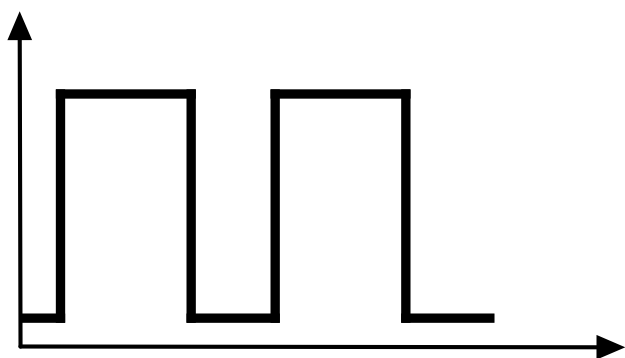

Рис.15. Индикация светодиода
- **Совпадение ID карты (брелка) с картой (брелком) водителя (заправщика) из списка, записанного в устройство. Идет процесс заправки** — на светодиод и на выход 1 в течение всей заправки подаются длинные импульсы (меандр) с периодом 2–3 секунды. Пример сигнала на выходе 1 приведен на **Рис.15**.